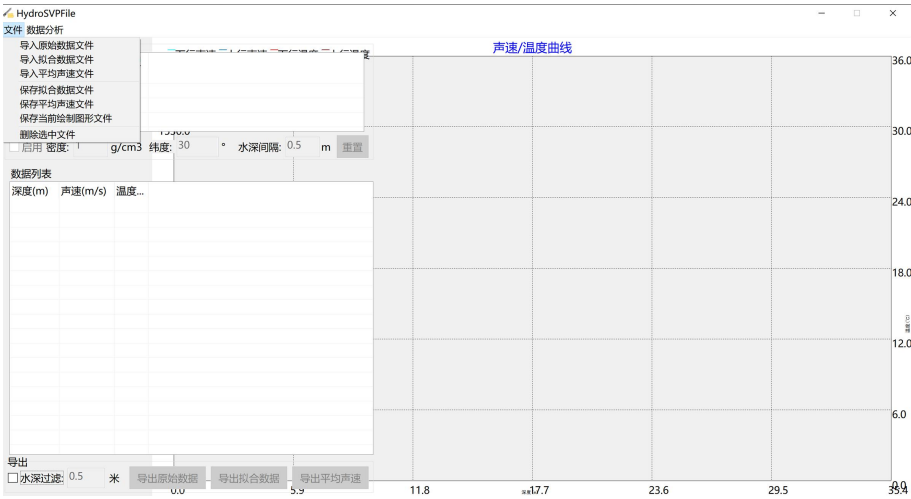

图 11.23 文件界面
(2) “处理文件”可以对声速剖面数据进行“导入原始数据文件、导入拟合数据文件、导入平均声速文件、保存拟合数据文件、保存平均声速文件、保存当前绘制图形文件、删除选中文件。如图 11.23 所示。